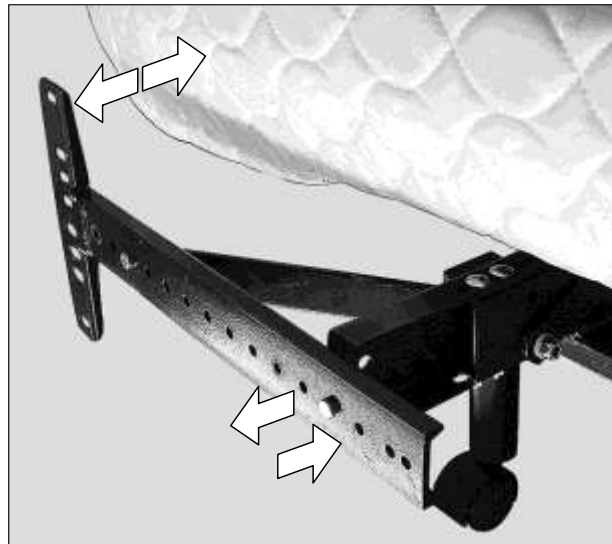

FIGURA 9: Posición del soporte de la cabecera desde el borde del armazón de la base de la cama.
d. Deslice los ensamblados del soporte de la cabecera (hacia adentro o hacia afuera) a fin de obtener una distancia entre 1.5 (38.1 mm) y 2 pulgadas (50.8 mm) entre el borde de la base de la cama y los ensamblados de las bridas para el soporte (FIGURA 9).